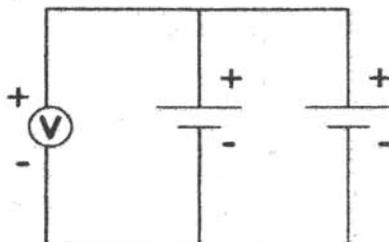

Figura 2.23
- l) Conecte dos pilas en paralelo según se muestra en la figura 2.23, mida y anote en la tabla 2.22 el voltaje total entre terminales y a continuación repita lo mismo con 3 y 4 pilas.